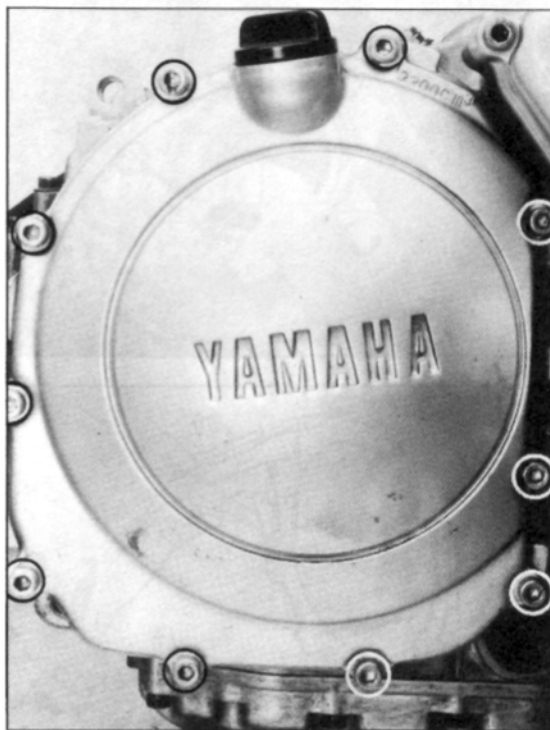

Bild 97
- Zehn Innensechskantschrauben SW 5 des Kupplungsgehäuse-Deckels ausdrehen und Deckel abnehmen, siehe Bild 97.